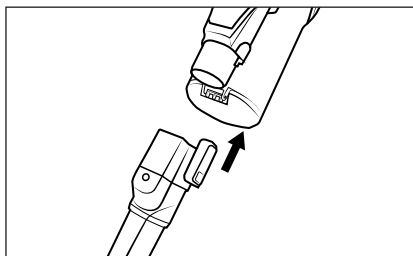

Fig. 14
- Utilisez le suceur à brosse ronde ①④ avec ses poils durs pour les saletés incrustées sur les tapis grossiers ou les habitacles de voiture très sales. L'embout brosse se détache de la buse pour aspirer par exemple les inserts arrondis ou les compartiments de rangement dans la voiture.
- ◆ Faites glisser l'accessoire sur le tube d'aspiration ②③ ou sur l'orifice d'aspiration de l'appareil jusqu'à ce qu'il s'enclenche de manière audible avec un bruit de clic (voir fig. 14). Veillez ce faisant à respecter la bonne position du verrouillage.